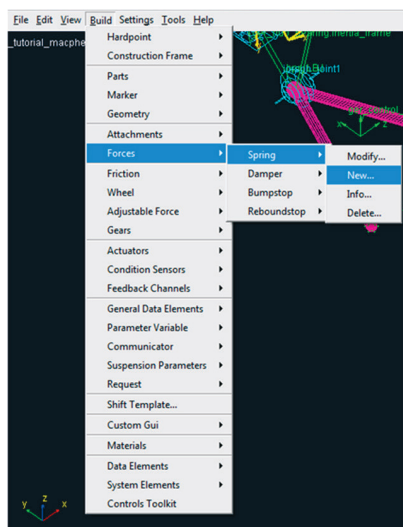

Figura 4.65 – Criando uma mola.
- Acesse o menu *Build* → *Forces* → *Spring* → *New* (Figura 4.65).